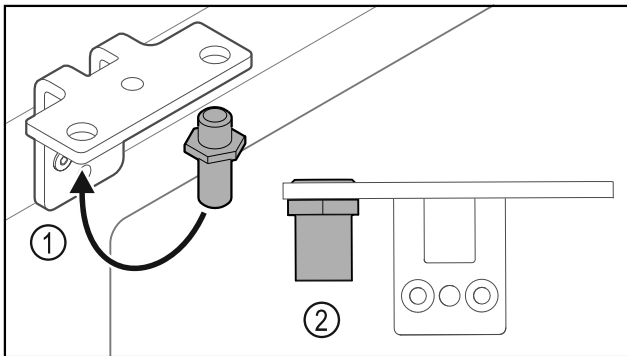

Fig. 22
- Mettre l'axe Fig. 22 (1) dans l'autre trou de l'équerre de charnière.
- Serrer l'axe Fig. 22 (2) au **couple de 12 Nm**.